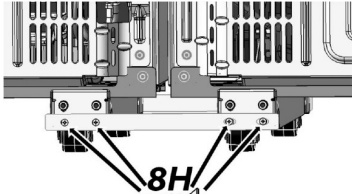

Fig. 15
16. Fije el otro soporte 9H a los niveladores traseros (Fig. 15), manteniendo aflojados los tornillos 8H del lado izquierdo.